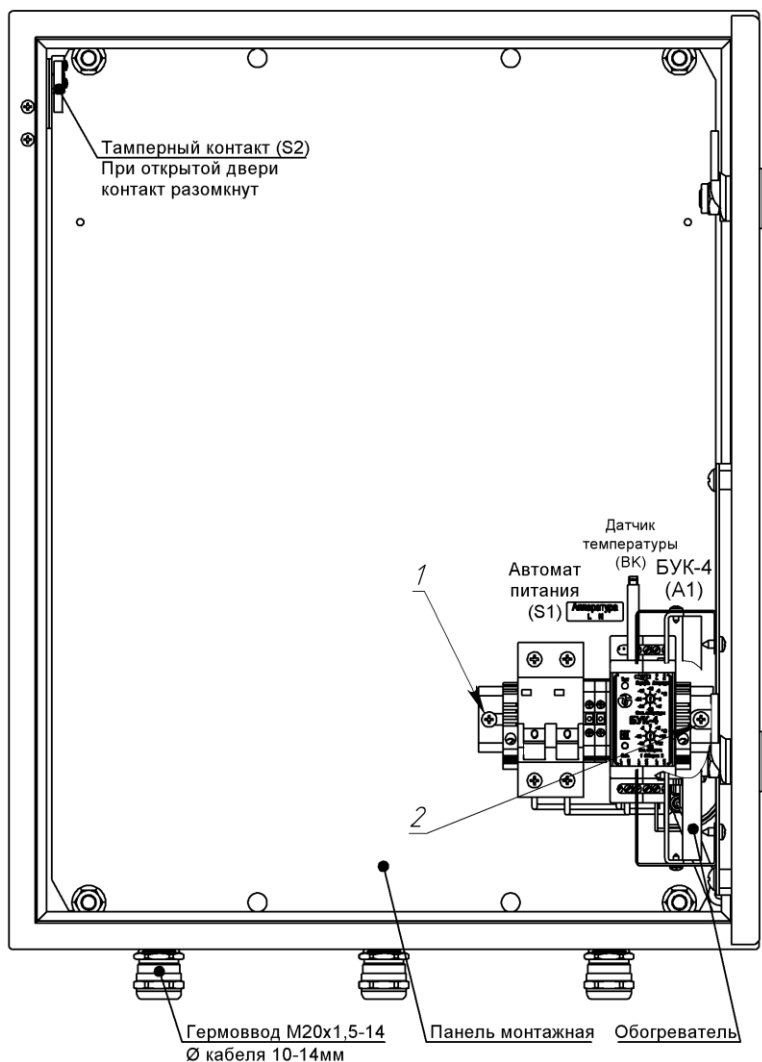

Рис. 1. Устройство термощкафа (дверь открыта на 90°)
Для установки в термощкаф телевизионного (электронного) оборудования необходимо извлечь монтажную плату (рис.1), для чего необходимо:
3. Снять с монтажной платы DIN-рейку с установленными на ней автоматом питания S1, клеммами X1 и блоком управления климатом БУК-4 (А1), выкрутив крепящие DIN-рейку саморезы 1 и 2 (рис.1).
2. Подключить телевизионное (электронное) оборудование к клеммам X1, при этом фазный провод (L) соединить с контактом 1.1, нулевой провод (N) с контактом 2.1.
3. Подключить тамперный контакт S2 (рис.1) к внешнему устройству сигнализации.
5. Подключить кабель питания к входу автомата питания S1, при этом фазный провод (L) соединить с контактом 1, нулевой провод (N) с контактом 3.